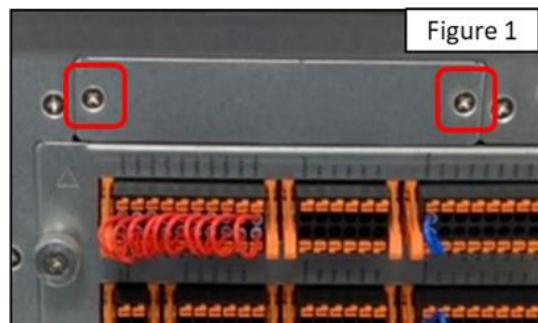

Figure 1
- 鬆開外部的固態硬碟固定架，接著拔除固定架(見 Figure 1 與 Figure 2)。